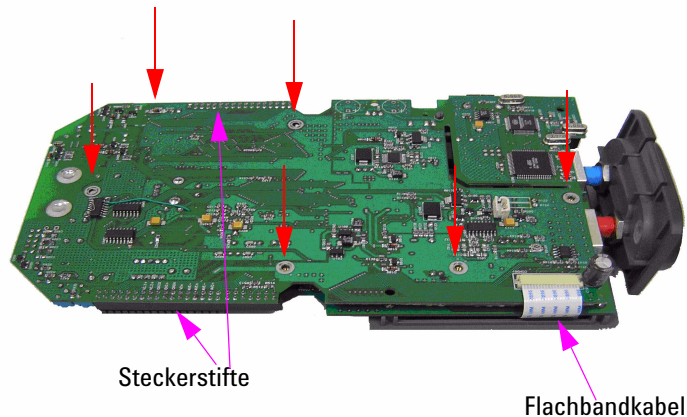

Abbildung 8-13 Entfernen Sie die sechs Schrauben und ziehen Sie das Flachbandkabel von der Leiterplatte ab
- 2 Abbildung 8-10 zeigt die Vorderansicht der Leiterplatte. Drehen Sie die Leiterplatte so, dass die LCD-Anzeige nach unten zeigt, und entfernen Sie die Schraube an der in Abbildung 8-13 ausgewiesenen Stelle.
- 4 Ziehen Sie die Steckerstifte, wie in Abbildung 8-13 dargestellt, an beiden Seiten aus der Leiterplatte.